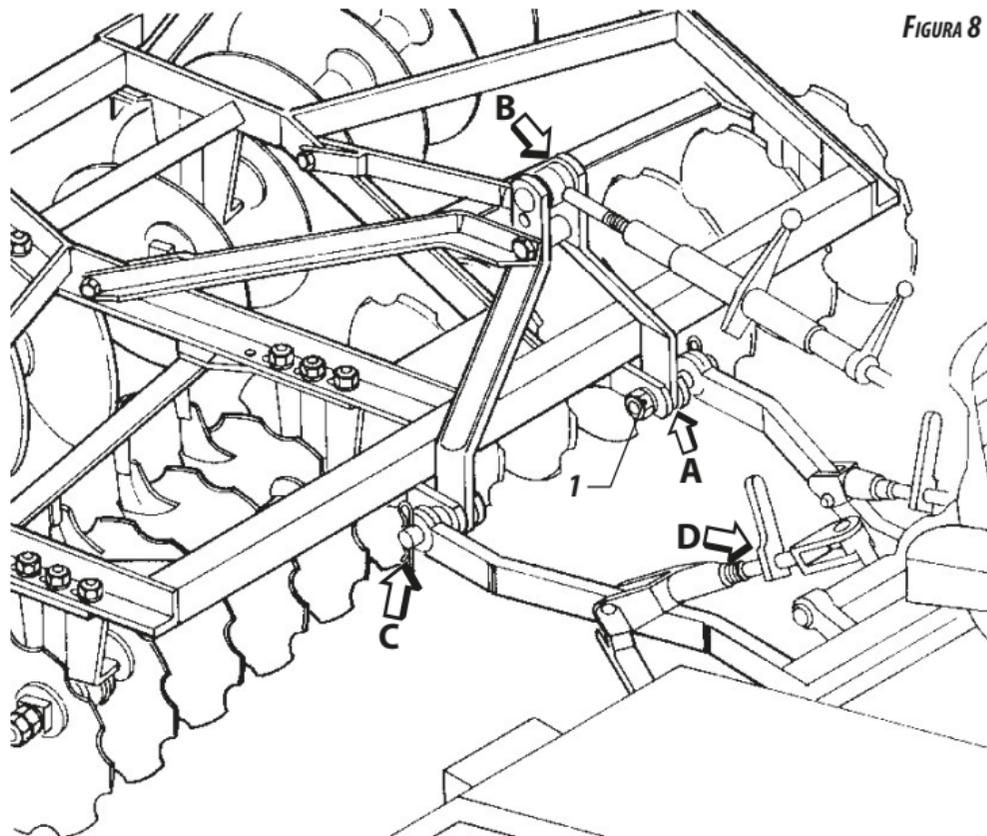

FIGURA 8
- Enganchar el brazo inferior izquierdo del tractor con el perno de enganche (1) figura 8, en el soporte "A" de la rastra.
- Finalmente con el auxilio de la palanca reguladora de altura "D" enganchar el brazo inferior derecho del tractor en el soporte "C" de la rastra conforme figura 8.